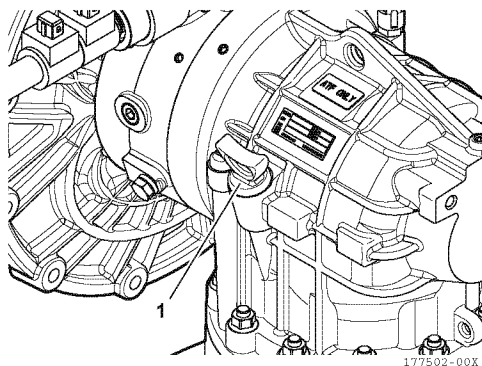

Figura 26
17. Instale la varilla de nivel (1, **Figura 26**) con la junta tórica nueva.